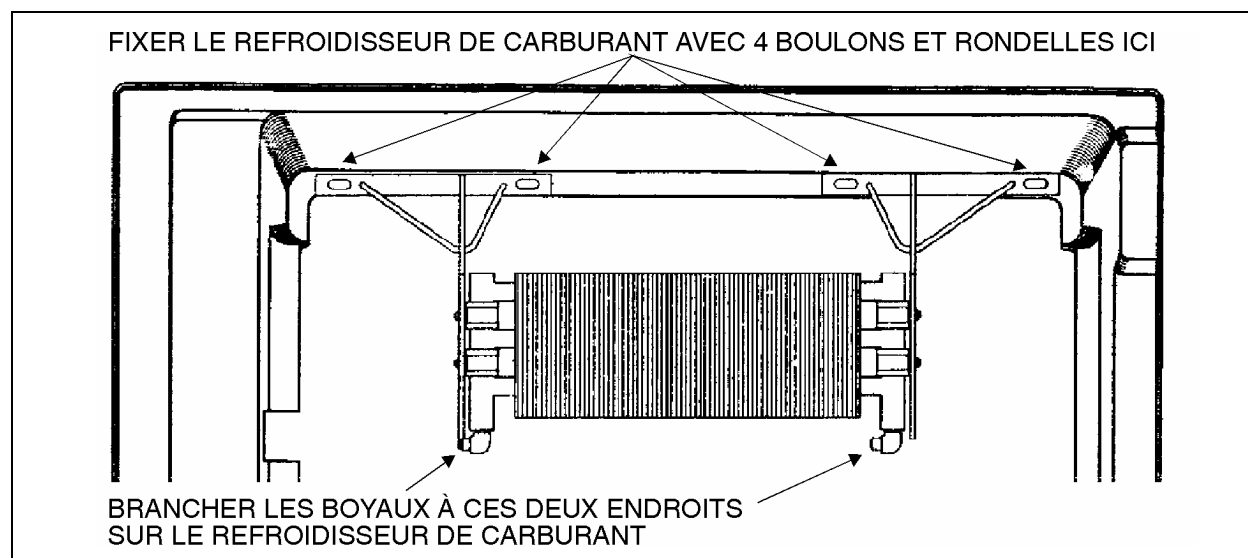

FIGURE 9: REFROIDISSEUR DE CARBURANT
9. Utiliser les boulons, rondelles et vis enlevés à l'étape C.1 (sauf les quatre boulons et rondelles qui serviront à fixer le refroidisseur de carburant (Fig. 9)) pour réinstaller le cadre d'étanchéité. Sur un H3-41 ou un H3-45, fixer la courroie de retenue de la porte avec deux nouveaux rivets 3/16" X 3/8" (Prévost #504249).
10. Installer le refroidisseur de carburant assemblé (Prévost #051925), le fixer avec les quatre boulons et rondelles non-utilisés à l'étape précédente (Fig. 9).